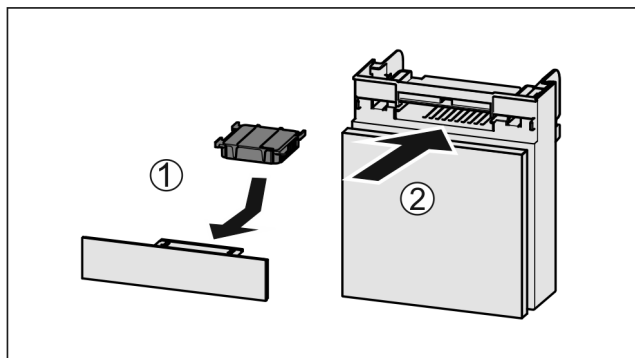

Fig. 170
- Inserire il vano Fig. 170 (2).